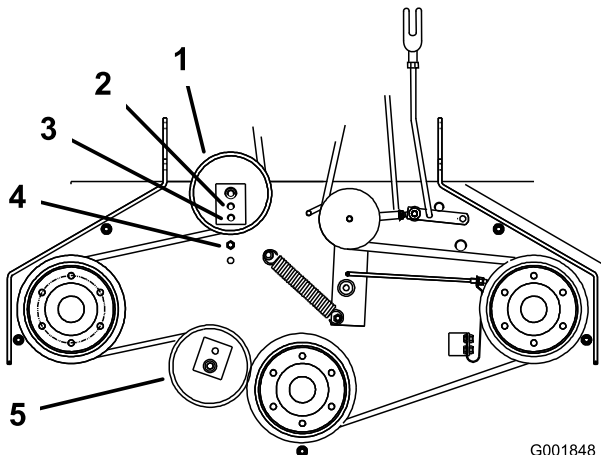

Bild 45
- Wenn die Spanschraube nicht weiter eingestellt werden kann, und der Riemen noch lose ist, müssen Sie die hintere Spanscheibe in das mittlere oder vordere Loch versetzen (Bild 45). Verwenden Sie das Loch, mit dem Sie die richtige Einstellung erhalten.
- Wenn die Spanscheibe versetzt wird, muss die Riemenführung versetzt werden. Versetzen Sie Riemenführung in die vordere Stellung (Bild 45).